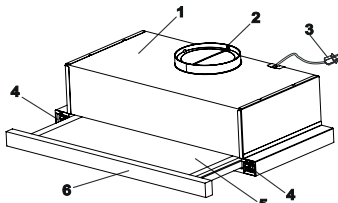

Abb.3
5.4 Die Haube besteht aus folgenden Komponenten (Abb. 3 / 3.1):